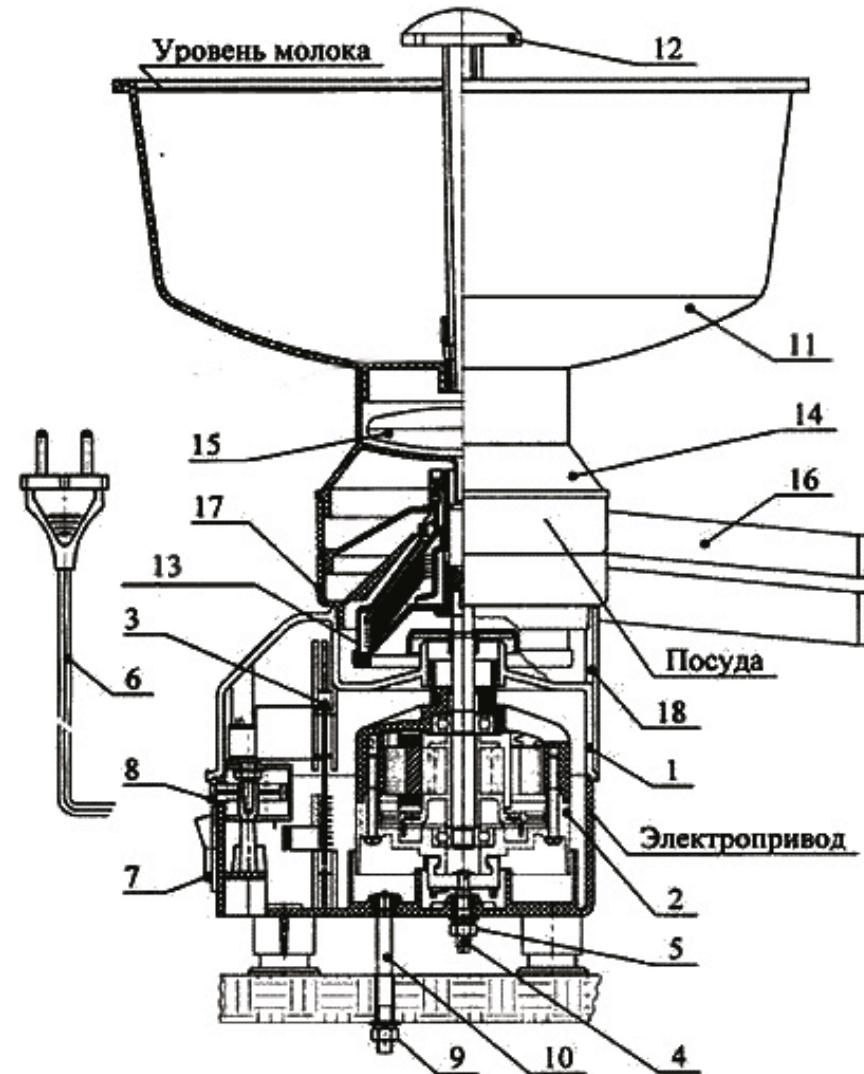
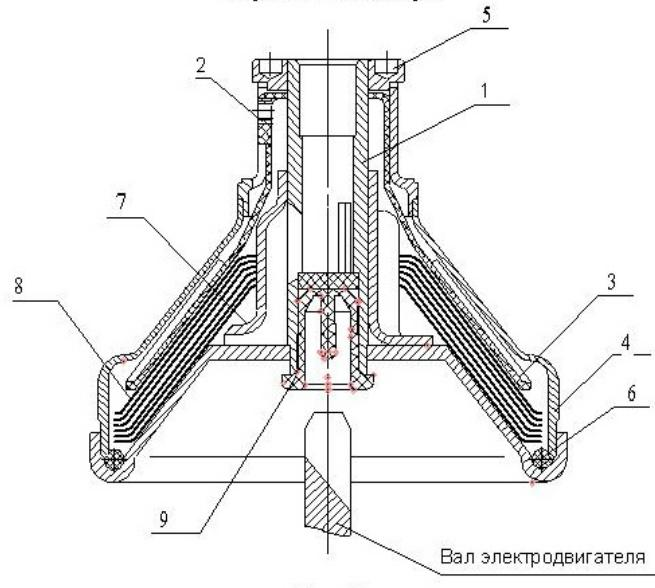

Рисунок 1 – Устройство сепаратора
Рисунок 2 - Барабан в сборе
4.3 Периодически проверяйте затяжку гайки поз.5, служащей для закрепления винта поз.4, не нарушая установленного положения барабана по высоте (см. рис.1, рис.2, рис.3).
5.2 Электропривод (рис.1) представляет собой пластмассовый корпус 1, в котором на упругих опорах закреплен электродвигатель 2 с платой управления 3.
Посуда (рис.1) состоит из приёмника молока 11, крана 12, камеры поплавковой 14 с поплавком 15, приемника сливок 16, приемника обезжиренного молока (обрата) 17.
5.4 Барабан (см. рис.2) – основной узел сепаратора. Барабан сепаратора состоит из основания 1 с запрессованной в него втулкой 9, кольца уплотнительного 6, тарелкодержателя 7, пакета тарелок 8 (9 тарелок), тарелки разделительной 3 с регулировочным винтом 2, крышки барабана 4 и гайки 5.
6.3 Сборку барабана (рис.2) проводить в следующем порядке:
8.3 Ослабить гайку 5 (рис.1) и вращением винта регулировочного 4 установить требуемый для нормальной работы электросепаратора зазор не менее 3мм и не более 4 мм между верхней кромкой конической части приемника сливок и центром винта регулировочного 2 (рис.2). Не нарушая установленного положения, затянуть гайку 5 (рис.1).
6.5 Установить корпус привода сепаратора на рабочем месте (рис.1), закрепить шпильку 10 на столе, расположенным строго горизонтально.
Для устранения этого режима выключатель 7 (рис.1) установить в положение «0», звуковой сигнал должен прекратиться. Проверить правильность установки посуды и барабана. Повторить запуск сепаратора (п. 7.1 настоящего «Руководства...»).
При пониженной жирности молока для увеличения жирности сливок рекомендуется уменьшить подачу молока краном 12 (рис.1).